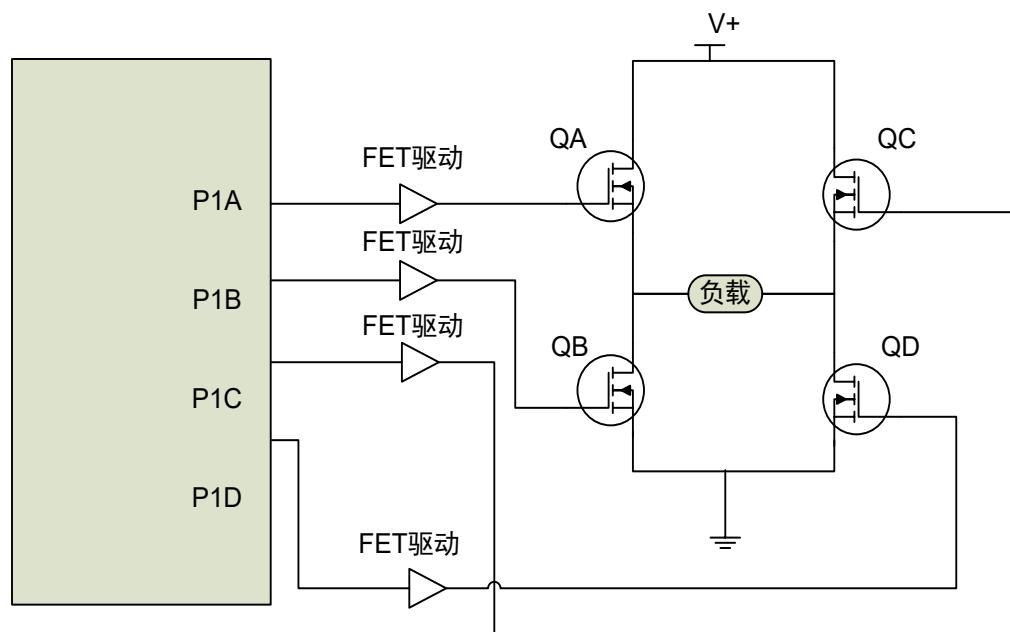
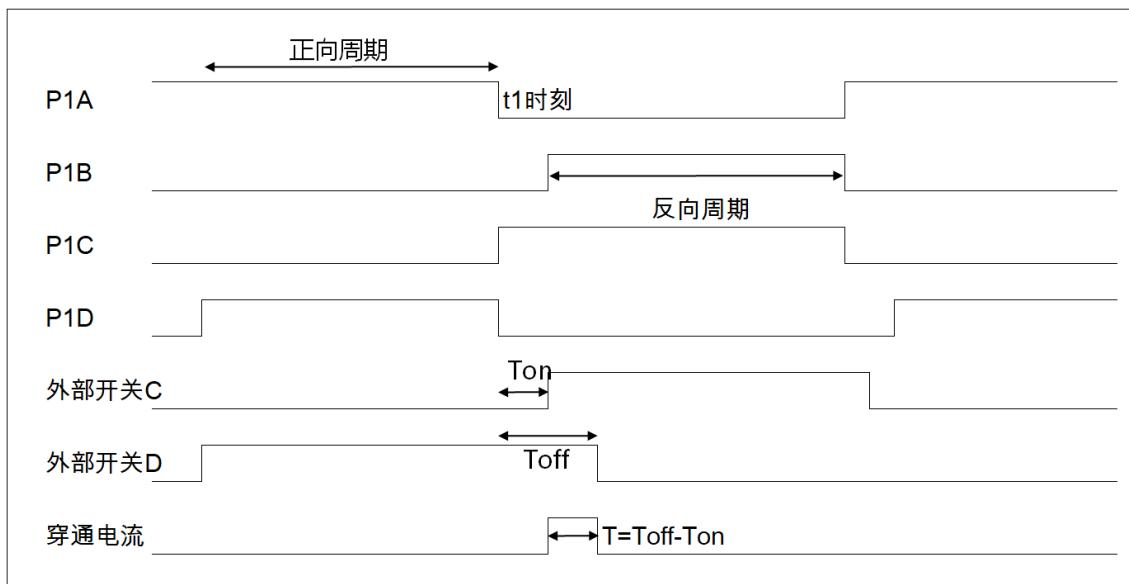

图 10-9 全桥应用示例 (4NMOS, P1A~P1D 高电平有效)
图 10-12 占空比接近 100% 时, PWM 方向变化示例(P1A~P1D 为高电平有效)
**全桥 PWM (正向、反向)** — 4 路 PWM 通道 P1A, P1B, P1C, P1D。应用示例如图 10-9。
如图 10-12 所示，P1D 的占空比接近 100% 时，PWM 从正向切换为反向。在 t1 时刻，P1A 和 P1D 输出变为无效，而 P1C 输出变为有效。而由于功率器件的关断时间(Toff)大于导通时间(Ton)，穿通电流将流过功率器件 QC 和 QD (如图 10-9)，并持续时间“T (Toff-Ton)”。当 PWM 方向由反向切换为正向时，同样的情况将发生在功率器件 QA 和 QB 上。可消除穿通电流的两种方法如下：